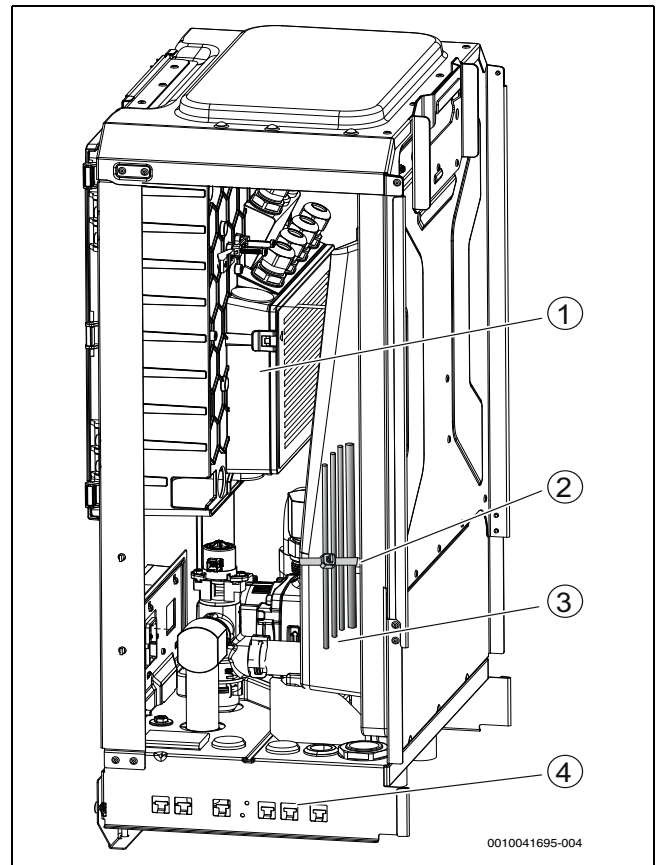

Bild 30 Kabelführung
- Anschlusskabel über die Kabeleinführungen auf der Unterseite der Inneneinheit führen. Die richtige Reihenfolge der Kabel ist Abbildung 30 zu entnehmen.
- Kabel mit Kabelbindern an den Befestigungspunkten befestigen (→Abbildung 30 [3], Abbildung 30 [2], [4]). Darauf achten, die Kabel nicht über Kreuz zu verlegen.
- Kabel in der Inneneinheit verlegen und befestigen (→Abbildung 30).